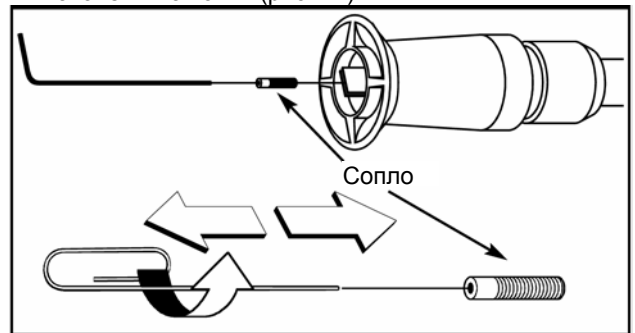

Рис. 14. Извлечение и прочистка сопла
2. Снимите сопло с наконечника копья. Для этого снимите копье с водяного пистолета. Поверните наконечник по часовой стрелке для установки потоковой формы струи. При помощи 2 мм универсального ключа извлеките сопло из наконечника копья (рис. 14).
4. Используйте небольшую скрепку, чтобы прочистить забитое сопло (рис. 14).